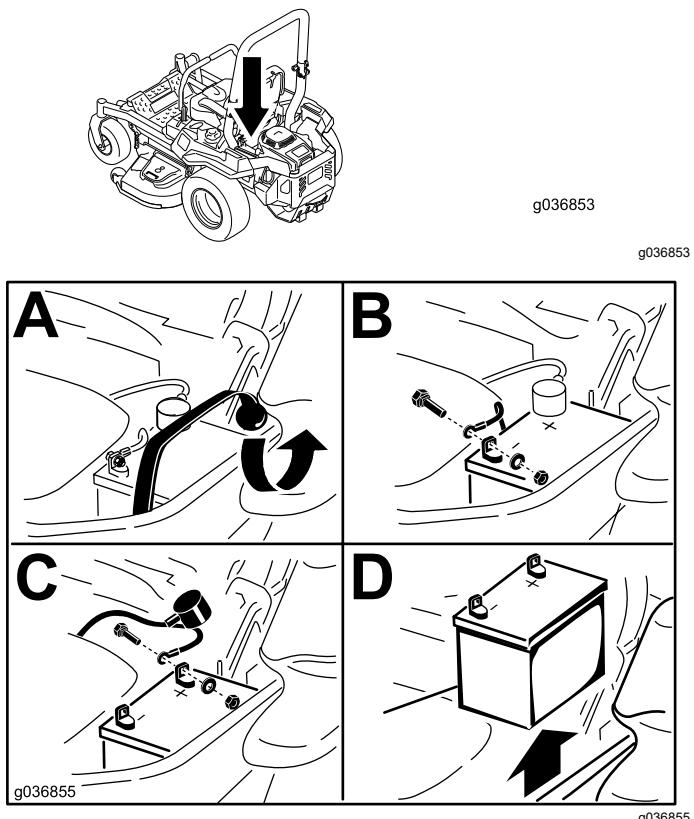

Figure 73
3. Retirez la batterie, comme montré à la Figure 73.
1. Placez la batterie dans son support en tournant les bornes à l'opposé du réservoir hydraulique (Figure 73).
4. Fixez les câbles avec 2 boulons, 2 rondelles et 2 contre-écrous (Figure 73).
6. Fixez la batterie en place à l'aide de la sangle en caoutchouc (Figure 73).